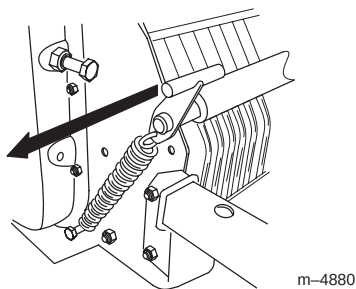

Figure 10
3. Soulevez et dégagez le verrou à ressort sur le côté du cultivateur (Fig. 10).